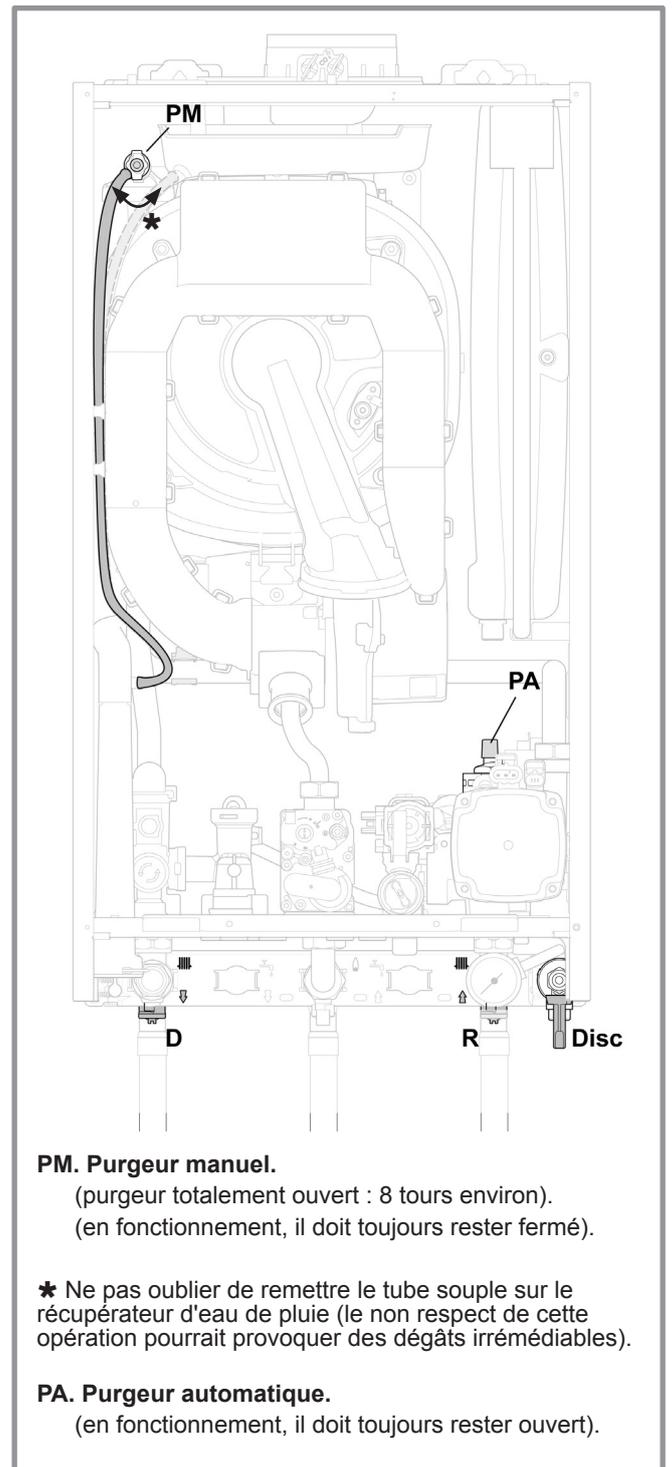

figure 24 - Purges de la chaudière
- Vérifier que le purgeur automatique (**PA**, figure 24) est totalement ouvert.